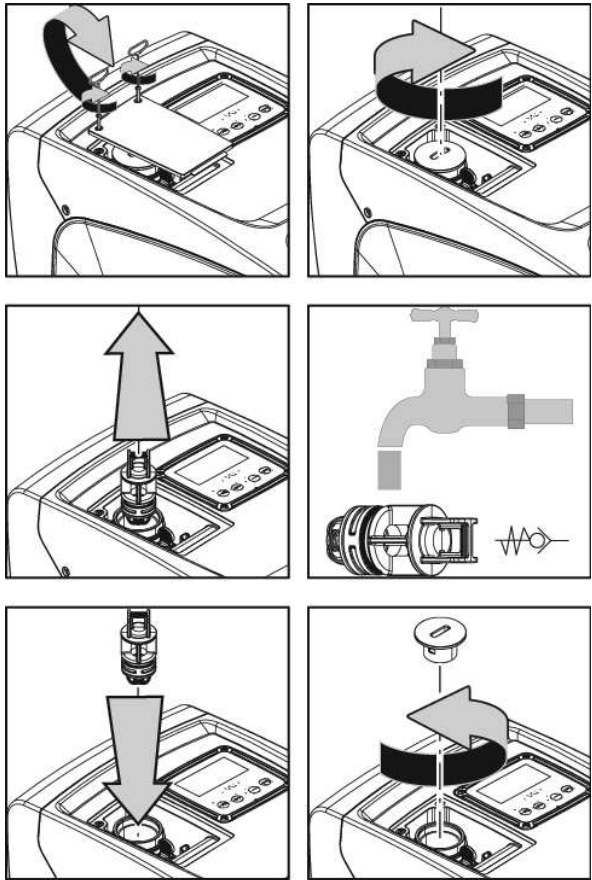

Abbildung 21
1. die Zugangsklappe zum Fach für die außerordentliche Wartung ausbauen (Abb.1 Seite F), indem die 2 Verschlusschrauben mit dem Zusatzwerkzeug gelöst werden. Es empfiehlt sich die Schrauben nicht ganz zu entfernen, damit sie verwendet werden können, um die Klappe abzugeben. Darauf achten, dass die Schrauben nach dem Ausbauen der Klappe nicht in das Innere des Systems fallen (Abb.21);
2. mithilfe eines Schraubendrehers den 1"1/4 Deckel ausbauen, um auf das Rückschlagventil zuzugreifen (Abb.21);
3. mithilfe einer Zange die Kartusche des Rückschlagventils ohne zu drehen abziehen, indem an der vorbereiteten Brücke angesetzt wird (Abb.21): Dieser Vorgang könnte eine gewisse Kraft erfordern;
5. die komplette Kartusche erneut in ihren Sitz einsetzen: Der Vorgang verlangt die notwendige Kraft für das Zusammendrücken der beiden O-Ring-Dichtungen (Abb.21);
6. den 1"1/4 Deckel bis zum Anschlag einschrauben: falls die Kartusche nicht korrekt in ihren Sitz eingedrückt wurde, erfolgt dies spätestens beim Einschrauben des Deckels (Abb.21);
7. die Klappe wieder anbringen und die 2 Schrauben festziehen (Abb.21).